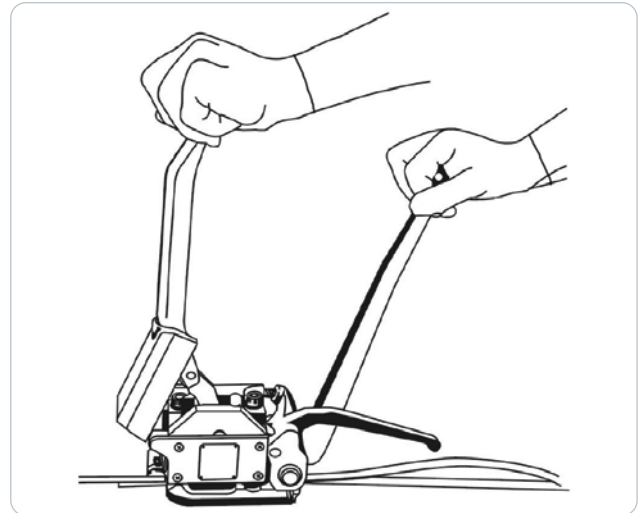

Abbildung 4
6. Stanzen Sie das Band mit Hilfe des Stanzhebels, indem Sie diesen bis zum Anschlag nach vorne bewegen. Die rechte Hand hält dabei das Gerät fest und sorgt für die nötige Gegenkraft (Abbildung 4).